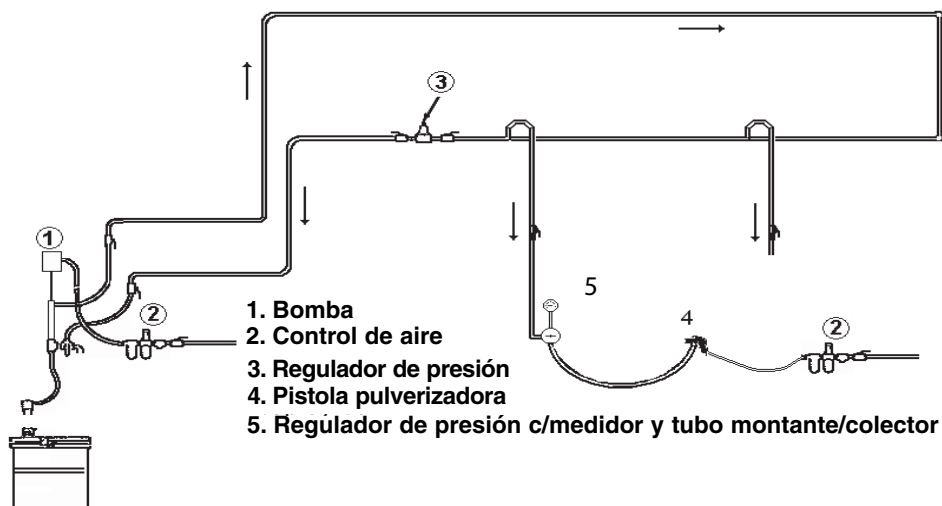

Figura 1 – Sistema circulante
Viendo la Figura 1, imagine el regulador de presión (3) quitado del sistema y la tubería conectada directamente a la bomba. No hay motivos para que el material fluya a la pistola pulverizadora mientras el paso de menor resistencia del material vuelve a la bomba.